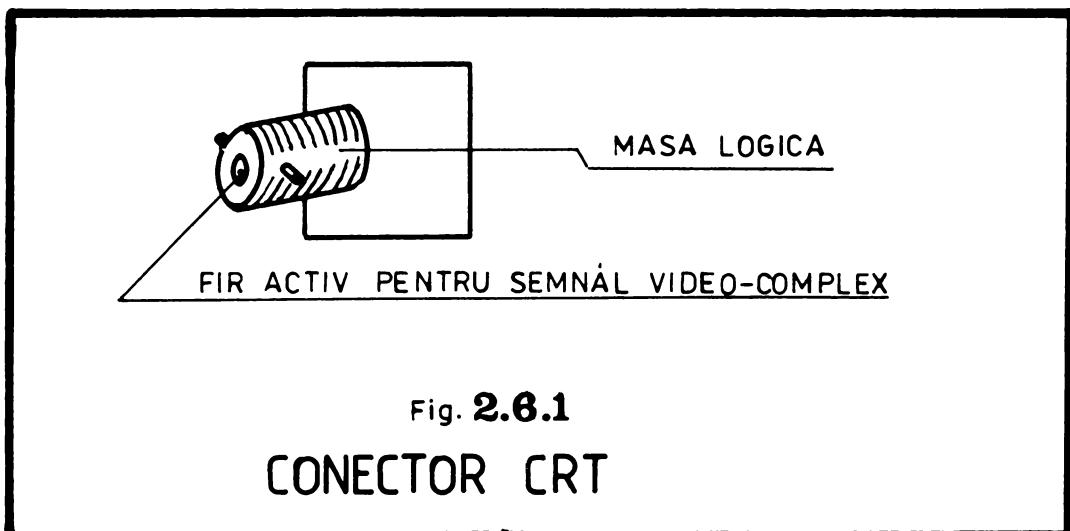

Fig. 2.6.1
- Conectorul CRT - la blindajul cablului coaxial (fig. 2.6.1)